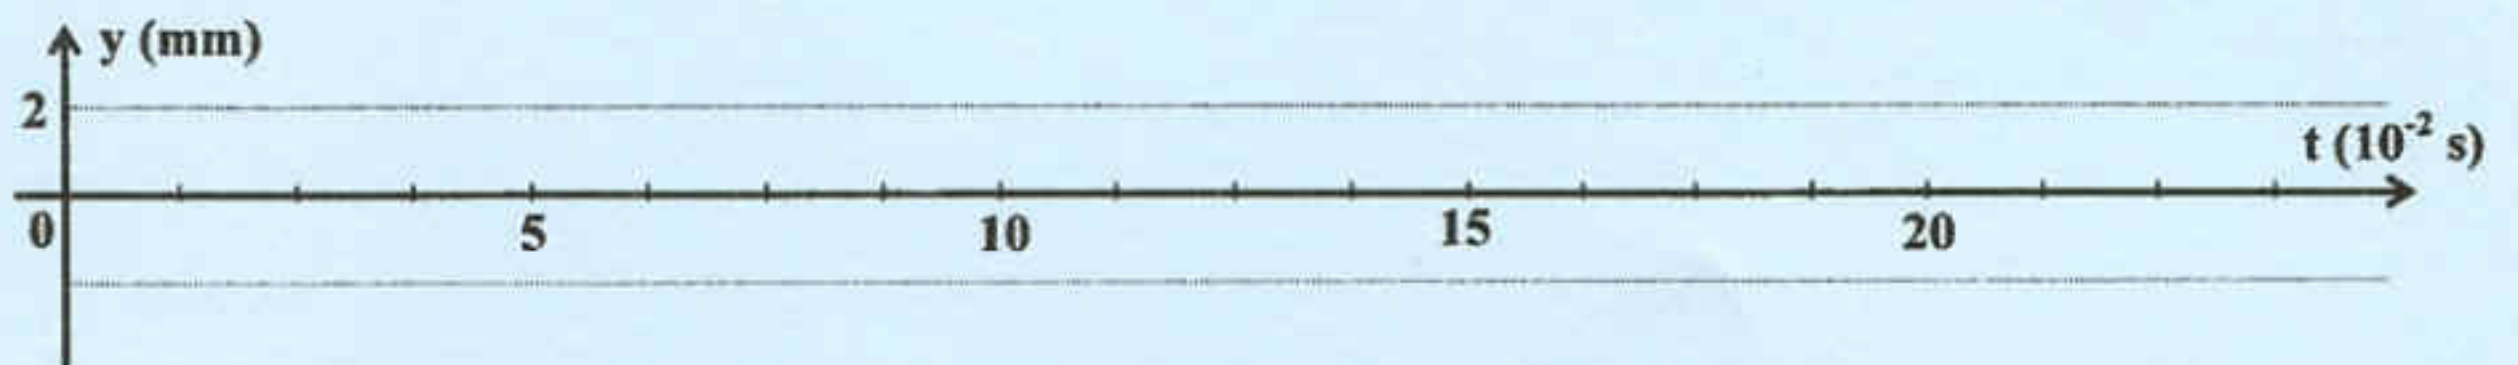

figure 8
- b- Représenter, sur la **figure 8 de la page 6/6**, le diagramme de mouvement du point C .